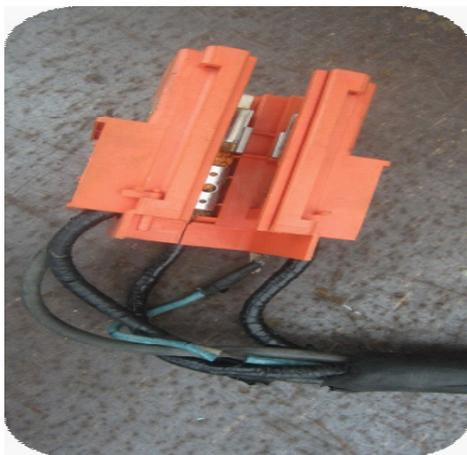

图1.10.5
(3) 16平方滑触线：将主电缆按照相序接入进线接头，插入第一根滑触线底部；安装支撑滑槽，调节防坠装置螺栓顶住支撑滑槽，并调整滑触线高度，接头位置距离标准节角钢8~10cm，如图1.10.5和图1.10.6.